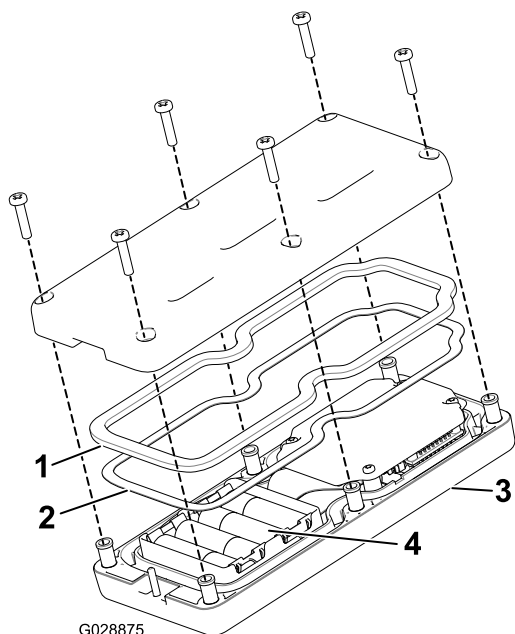

Figure 42
3. Retirez les 6 vis au dos de la télécommande et déposez le couvercle (Figure 42).
- Placez les piles dans l'emplacement du logement en respectant la polarité. Les marquages de polarité sont gravés sur le logement pour chaque borne (Figure 42).
- Si vous enlevez accidentellement le joint en caoutchouc et le joint en acier, remettez-les avec précaution dans la gorge de la télécommande portable (Figure 42).
- Remettez le couvercle en place et fixez-le avec les 6 vis retirées précédemment (Figure 42), serrées à un couple de 1,5 à 1,7 N·m.